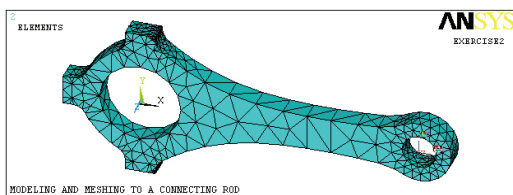

图 2-49 网格划分结果显示
1) 选择 Main Menu | Preprocessor | Meshing | MeshTool 命令，出现 MeshTool 对话框。选择 Smart Size 选项，其他选项采用默认设置，单击 Mesh 按钮，出现 Mesh Volume 菜单。在输入栏中输入 1，单击 OK 按钮，ANSYS 将对连杆模型进行网格划分，网格划分后的连杆有限元模型如图 2-49 所示。